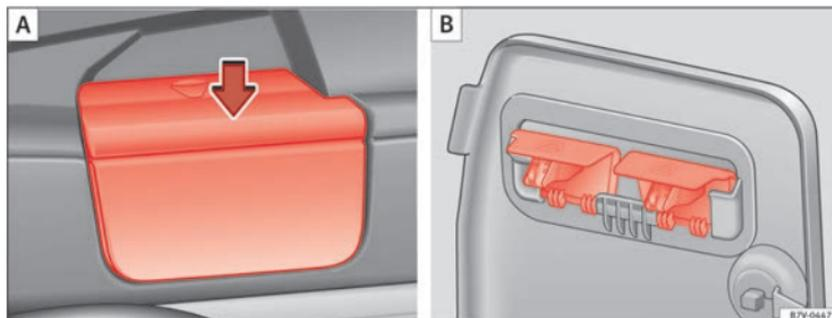

Abb. 93 Abdeckung der Aufnahme der Gepäckraumabdeckung abnehmen **A** und sicher verstauen **B**.
- Abdeckungen der Aufnahmen in den Seitenverkleidungen ⇒ Abb. 93 **A** abnehmen. Dazu von oben auf die Abdeckung drücken (Pfeil) und Abdeckung abziehen.
- Öffnen Sie das Ablagefach in der Seitenverkleidung hinten links im Gepäckraum ⇒ Seite 150 und hängen Sie die Gepäckraumabdeckung an der Rückseite des Ablagefachdeckels ein ⇒ Abb. 93 **B**.